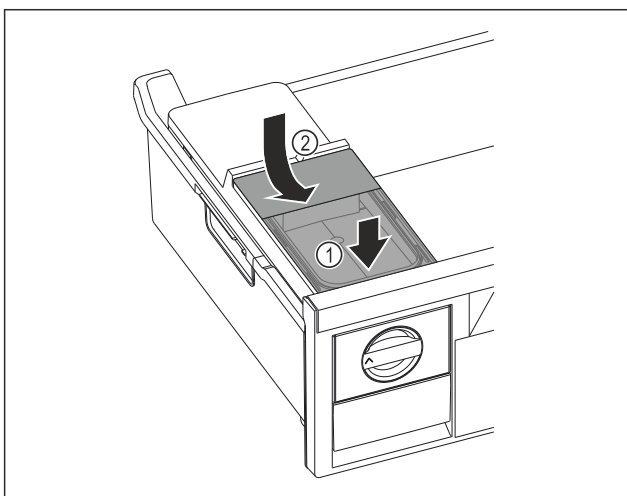

Fig. 148
- Wassertank vorne ansetzen. Fig. 148 (1)
- Wassertank hinten absenken. Fig. 148 (2)